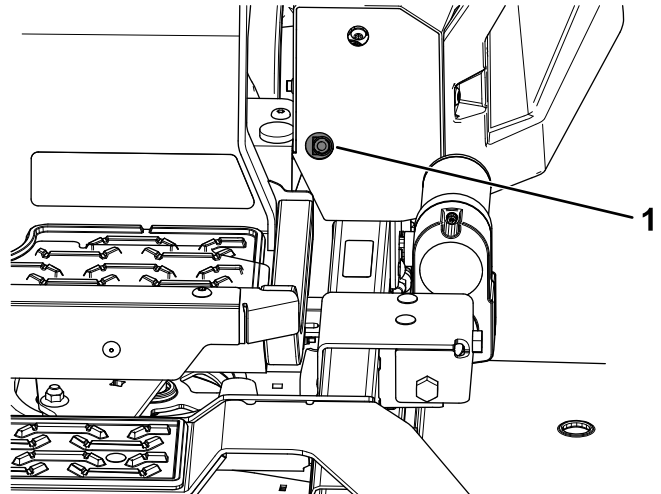
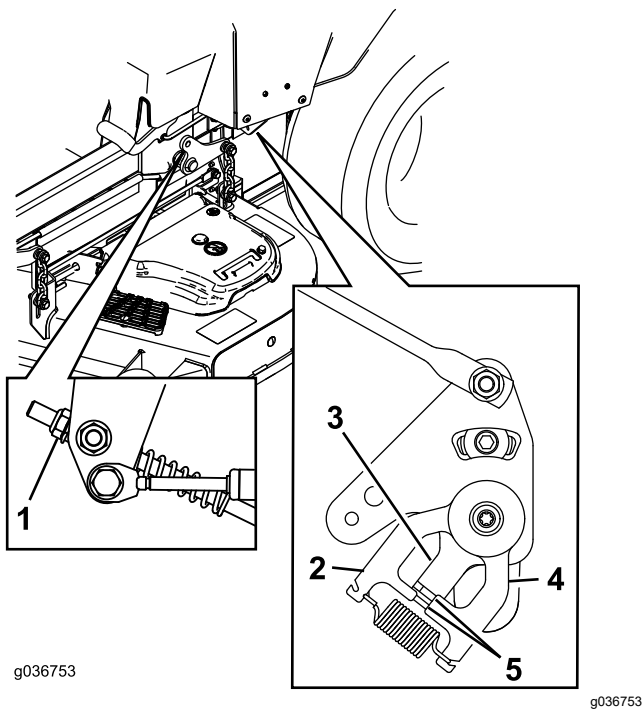

Bild 63
Bild 64
11. Stellen Sie die Länge der Pumpenschaltstange ein, indem Sie die Mutter in die entsprechende Richtung drehen, bis sich die Räder leicht rückwärts drehen (Bild 63 und Bild 64).